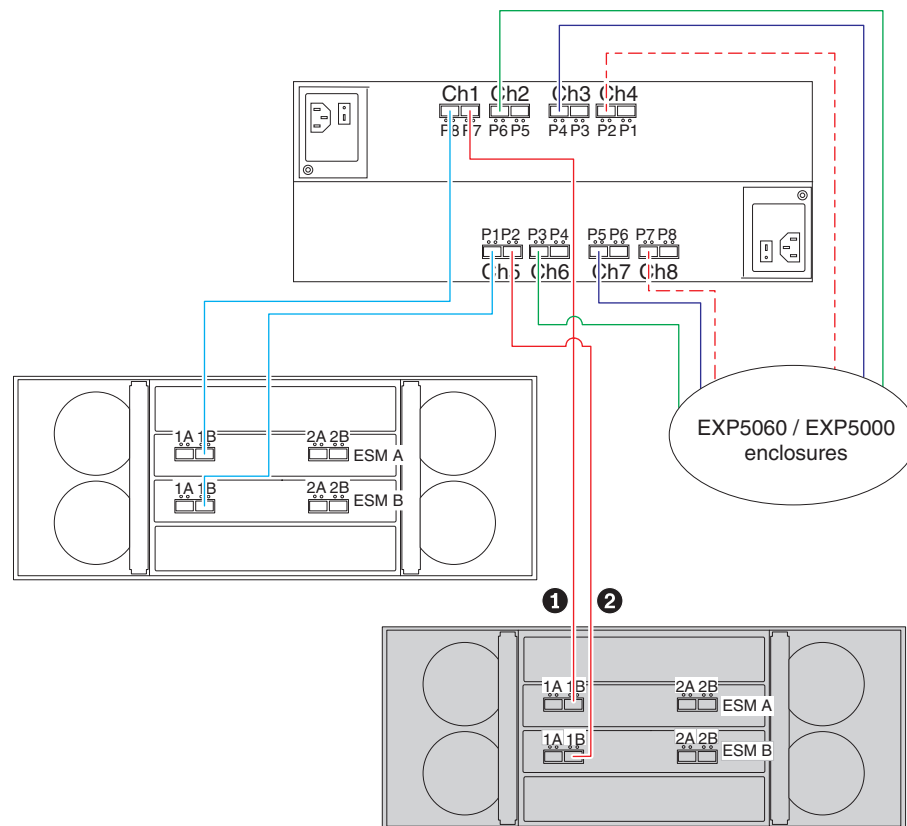

Figura 44. Incluindo o EXP5060 na segunda porta de um canal de unidade de porta dupla (esquema de cabeamento sem entroncamento)
- Se não houver canais de unidade que não tenham dispositivos conectados, inclua o gabinete EXP5060 no canal de unidade de porta dupla do controlador que possui a segunda porta não conectada, conforme mostrado na Figura 44 na página 95.